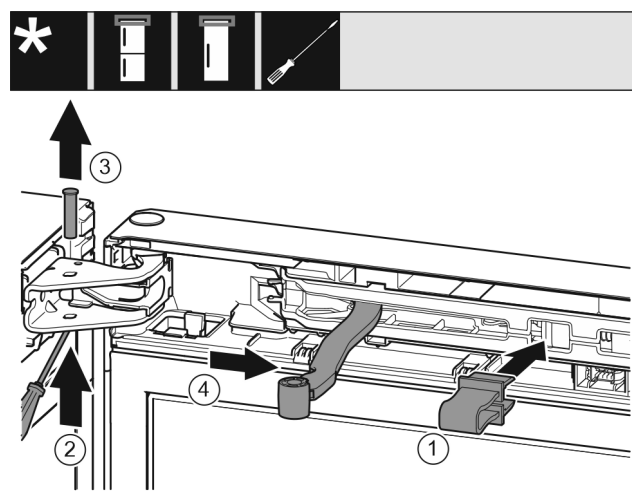

Fig. 8
- Introduire l'arrêtoir dans l'ouverture. Fig. 8 (1)
- Desserrer le boulon avec un tournevis. Fig. 8 (2)
- Sortir le boulon par le haut. Fig. 8 (3)
- Tourner l'articulation en direction de la porte. Fig. 8 (4)